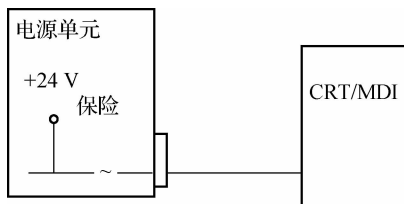

图 2-25 保险熔断单元原理图
(1) 显示器屏幕使用+24 V 电压,如图 2-25 所示,检查+24 V 电压与地是否短路。